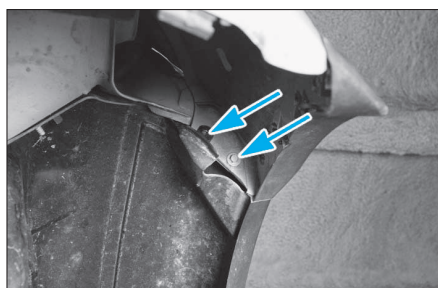

FIG. 110
• De chaque côté, déposer les vis latérales (Fig.110).